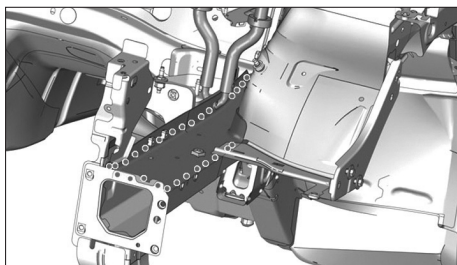

FIG. 18
- par pointages électriques (Fig.18).